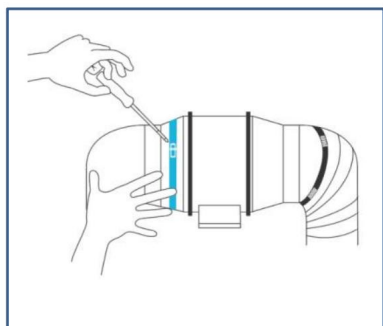

Fig. 11.
1) Om du installerar kanal, köp en lämplig kanal- och kanalklämma och fäst den i båda ändarna av fläkten för att säkerställa tät tätning. Slutligen drar du åt luftkanalklämman med en skruvmejsel. Se (Fig.11.)